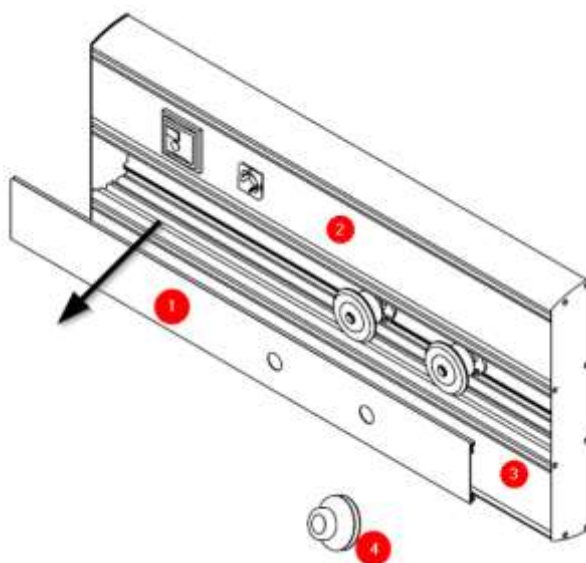

Fig. 2 Îndepărtarea capacelor frontale
Pentru a fixa echipamentul, îndepărtați mai întâi capacele frontale ale carcasei (1, 2 și 3) cu ajutorul ventuzei din plastic (4). (A se vedea Fig.2).